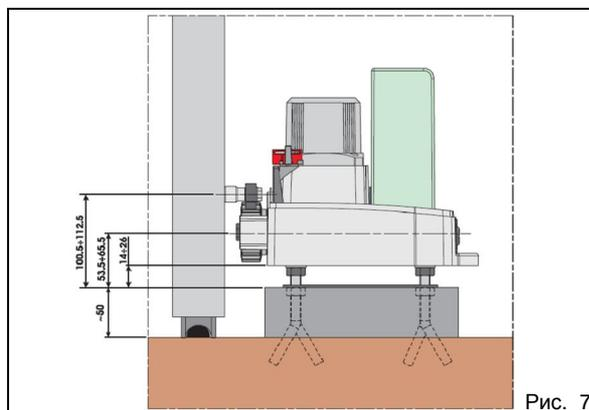
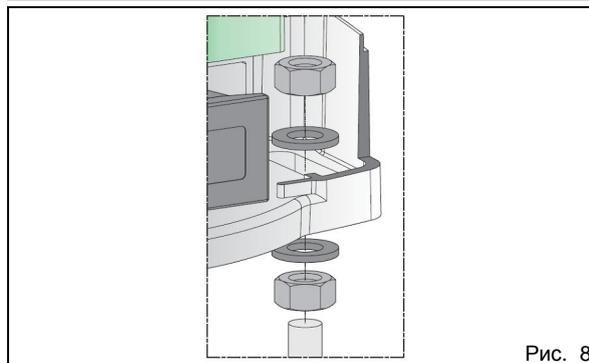

Рис. 7
Рис. 8
Рекомендуется ставить монтажную панель на бетонное основание, приподнятое над уровнем земли приблизительно на 50 см (рис. 7).
7. Закрепить привод на монтажной панели винтами и шайбами из комплекта устройства, как показано на рис. 8. Правильное положение привода изображено на рис. 7. При установке привода следует протянуть электрические кабели через отверстие в основании корпуса мотор-редуктора.